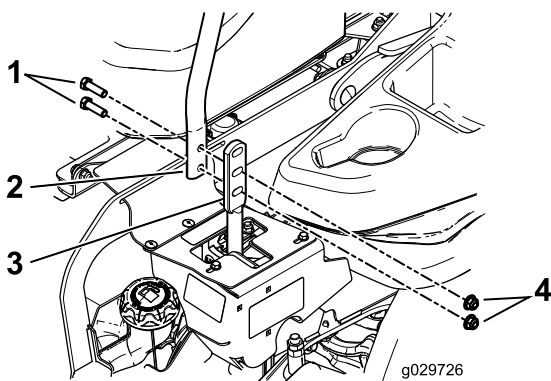

Figure 83
3. Desserrez les boulons et les écrous à embase situés dans les leviers (Figure 83).
4. Réglez l'alignement avant/arrière des leviers en les plaçant tous deux à la position **POINT MORT**, puis faites-les coulisser jusqu'à ce qu'ils soient alignés, et resserrez les boulons (Figure 83).